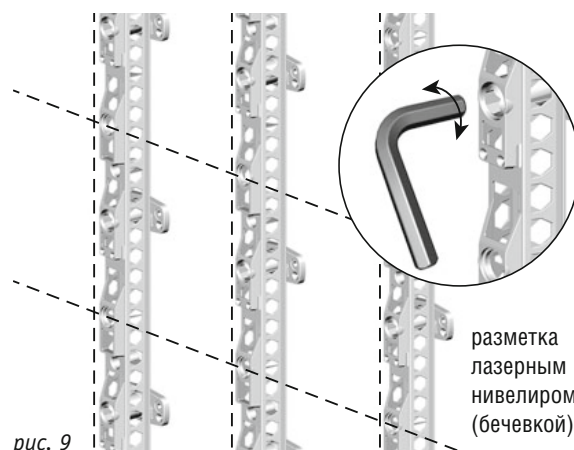

рис. 9
9. При обшивании дома без утеплителя: с помощью шестигранника методом вкручивания или откручивания окончательно выставляются профили вертикально по уровню, а между профилями с помощью шнуровки (рис. 9).